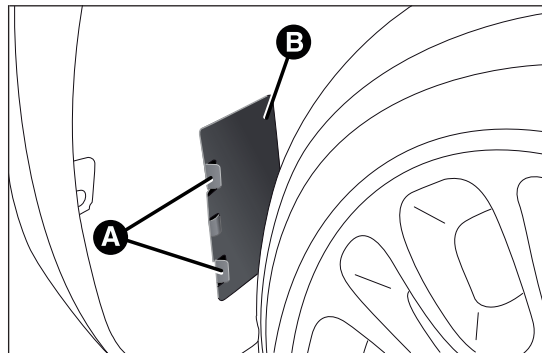

fig. 123
- agire sulle viti A fig. 123 e rimuovere lo sportello B;
- agire sulle linguette A e rimuovere lo sportello B fig. 123;